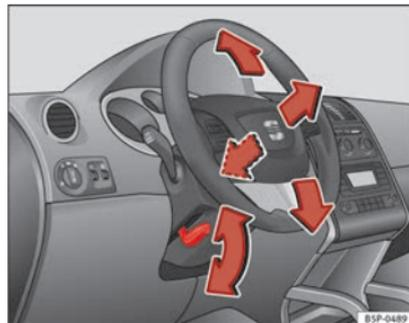

Fig. 3 Regolazione della posizione del volante.
- Abbassare la leva »» fig. 3 che si trova sotto il piantone dello sterzo »» ⚠.